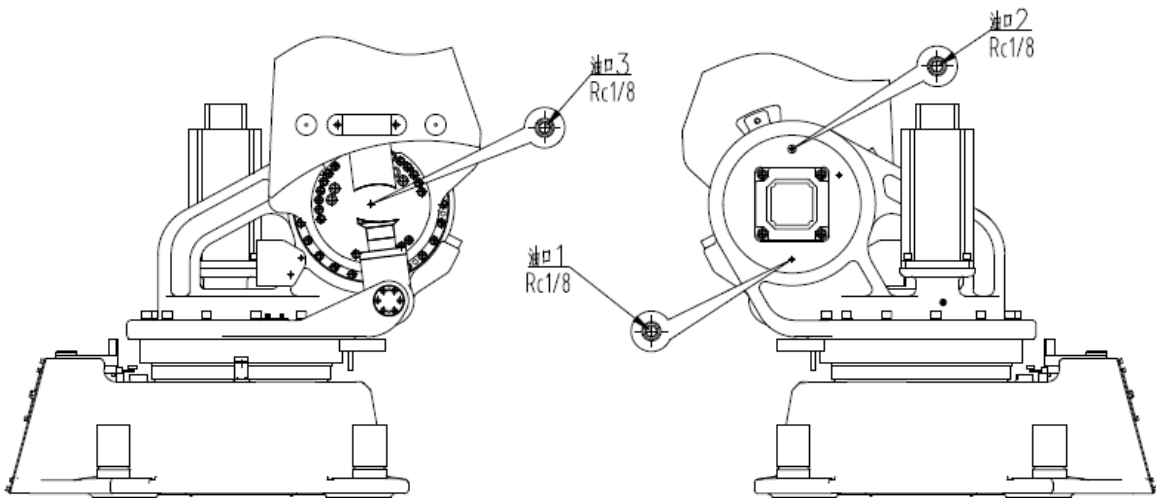

图 16 J2 轴油口位置
(1) 油脂补充步骤（参考图 16）
(2) 油脂更换步骤（参考图 16）